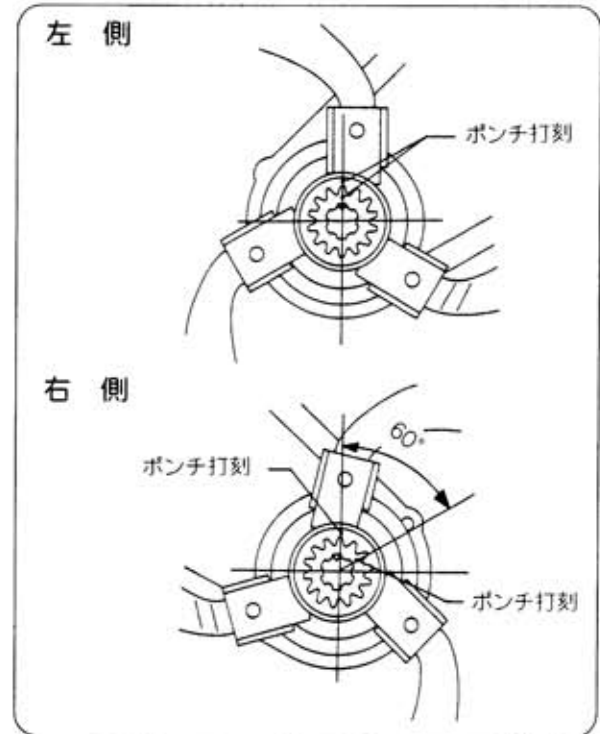

図37
- ❶ クロス刃受の組付は図37を参照にして組付けしてください。